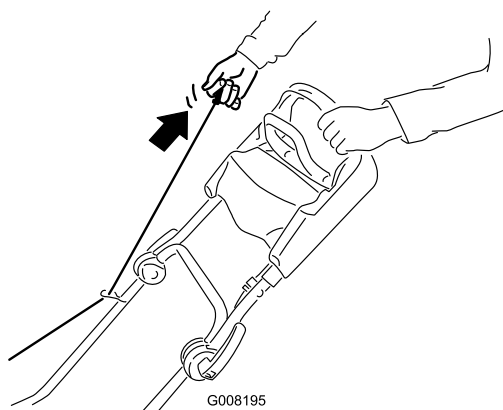
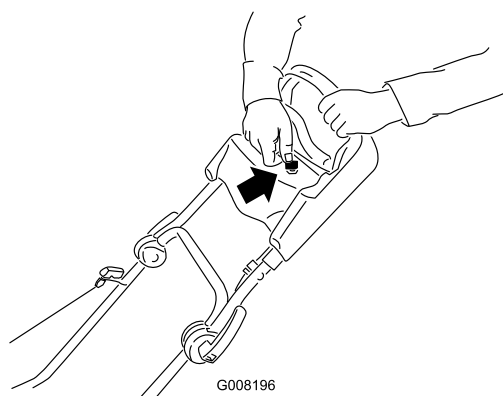

Bild 13
Bild 14
2. Ziehen Sie den Rücklaufstarter (Bild 13) oder drehen Sie den Zündschlüssel, siehe Bild 14 (nur Modell 21027).